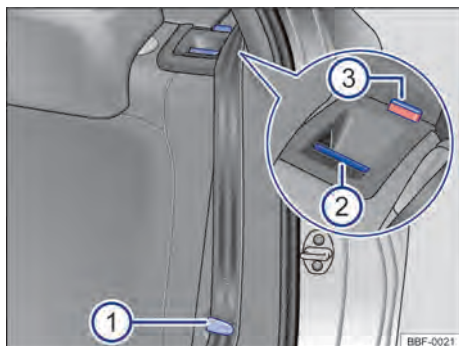

Fig. 68 No encosto do banco traseiro: botão de destravamento.
- Encaixar os cadarços dos cintos nos respectivos alojamentos no revestimento lateral → Fig. 68 ❶
- Puxar o botão de destravamento → Fig. 68 ❷ para frente e, ao mesmo tempo, rebater o encosto do banco traseiro para frente.
- A respectiva parte de encosto do banco traseiro estará destravada quando a marcação vermelha → Fig. 68 ❸ estiver visível.
- A marcação vermelha → Fig. 68 ❸ não pode mais estar visível.